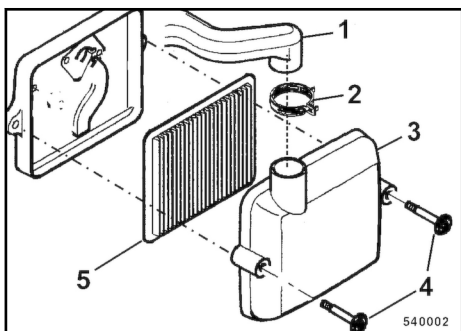

Fig. 84
Soltar a braçadeira (2) ↪ Fig. 84 e retirar a mangueira de
Montar o filtro do ar (5) ↳ Fig. 84 e a tampa do filtro do ar (3) na carcaça do filtro do ar e apertar os parafusos (4).